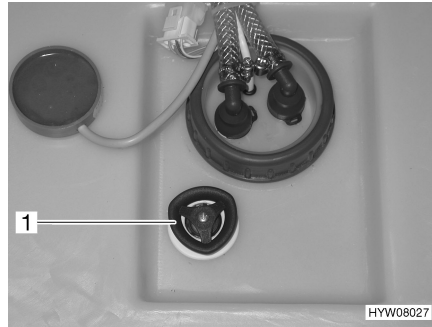

Fig. 83 Réservoir d'eau avec poignée tournante
- Faire tourner la poignée tournante (Fig. 83,1) du réservoir d'eau à fond dans le sens inverse des aiguilles d'une montre au-delà de la résistance pour ouvrir entièrement l'ouverture d'écoulement.